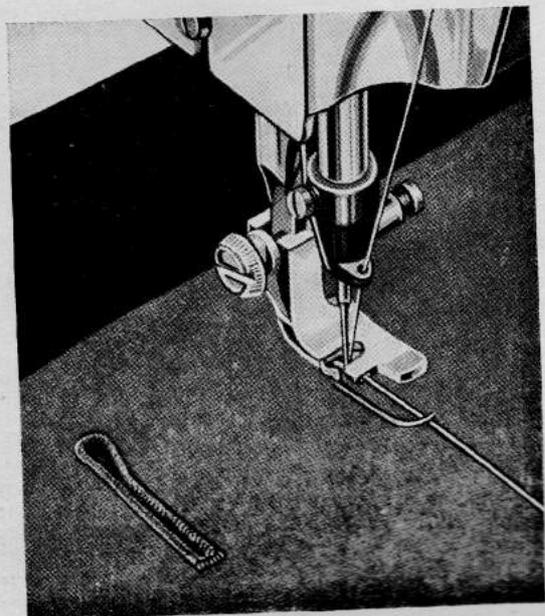
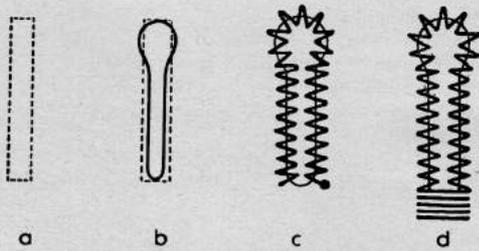

Bild 71
Bild 72
- a) Umnähen des angezeichneten Knopfloches mit linkem Steppstich bei Normalspannung (Bild 72 a).
b) Einschneiden des Augenknopfloches (Bild 72 b) mit der Knopflochzange.
Der Knopf E (siehe Bild 16) der Skala G₁ wird auf links gestellt und der Griff F der Skala G auf 2 bis 3 mm. Nun wird die Anschlagsschraube H entsprechend eingestellt, danach der Griff F auf die Breite des Riegels, auf 4 mm, gestellt und die Anschlagsschraube J eingeschraubt. Man fädle die Gimpe in die Gimpenführung des Nähfußes ein (Bild 71) und nähe am Rande des eingeschnittenen Knopfloches mit linkem Anschlag und 1½ mm Zickzackstich entlang (Bild 72 c).
den Riegel (Bild 72 d). Danach führt man eine Vierteldrehung nach links aus und stellt den Griff F der Skala G (Bild 16) auf 1½ und überzieht mit feinem Zickzackstich den Riegel nochmals. Zum Schluß dreht man den Griff F so, daß die Bohrung L senkrecht steht (Bild 16), stellt den Griff F auf 0 und vernäht mit 3 bis 4 Steppstichen.